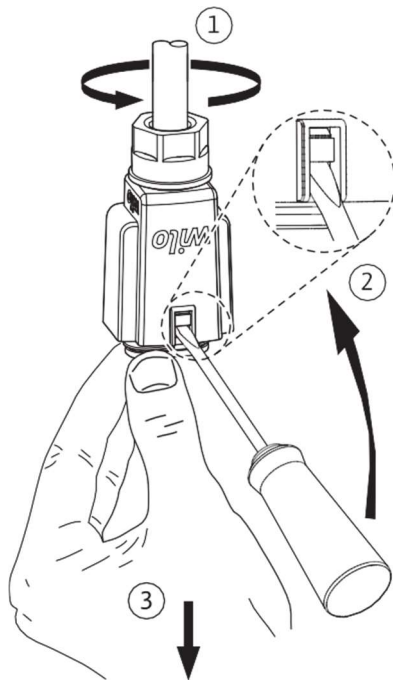

Abb. 6: Entfernen des Wilo-Connectors
- * Entfernen Sie den Wilo-Connector mit einem geeigneten Schraubendreher von der Pumpe (Abb. 6).